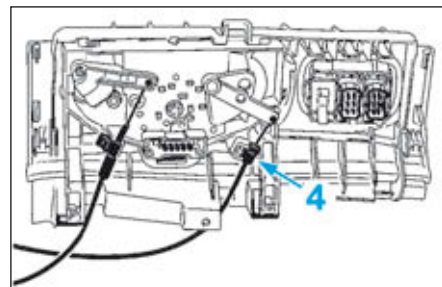

FIG.60
- Déposer l'agrafe (4) (Fig.60).